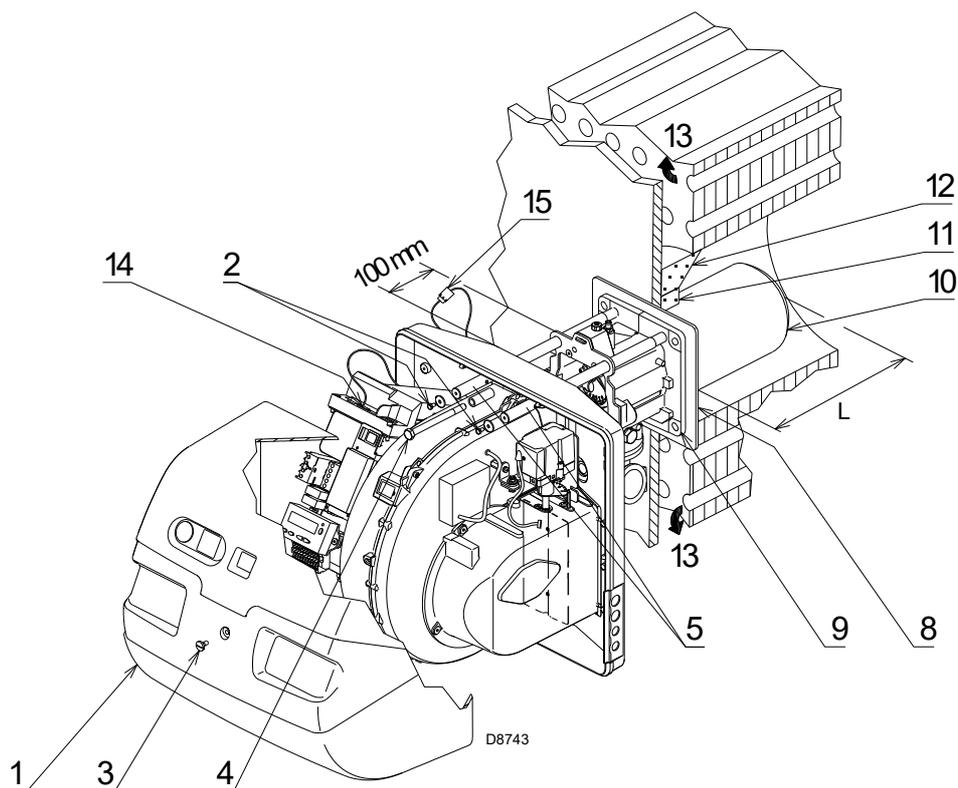
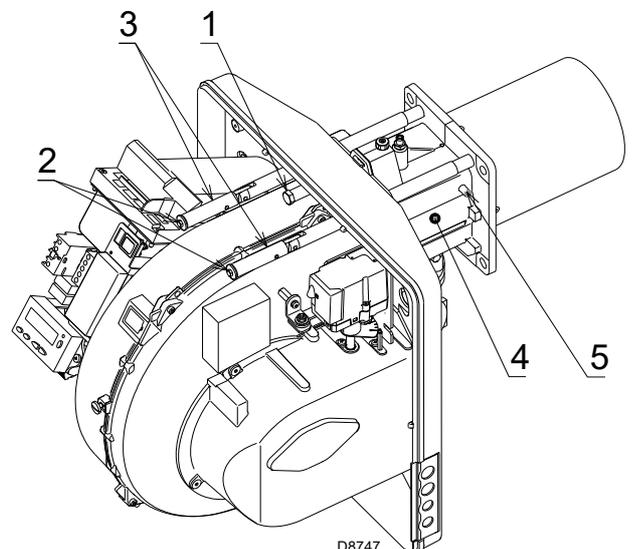

Abb. 16
Abb. 19
Stellen Sie bei Kesseln mit vorderem Rauchlauf 13)(Abb. 16 auf Seite 22) eine Schutzvorrichtung aus hitzebeständigem Material 11) zwischen dem als Hitzeschutz zwischen Kessel 12) und Flammrohr 10) aus.
Bei Heizkesseln mit wassergekühlter Frontseite ist die Verkleidung mit feuerfestem Material 11)-12)(Abb. 16) nicht notwendig, wenn dies nicht ausdrücklich vom Kesselhersteller gefordert wird.
Trennen Sie die Flammkopf vom übrigen Brenner, wie in Abb. 16; und wie folgt fortfahren:
An dieser Stelle der Installation ist der Flammkopf am Heizkessel wie in Abb. 16 befestigt.
- den Brenner auf den Führungen 3)(Abb. 19) etwa 100 mm von Muffe 4) - Brenner in der in Abb. 16 auf Seite 22 gezeigten Position montieren;
- das Kabel des Fühlers und der Elektrode einführen sowie den Brenner bis zur in Abb. 19 gezeigten Position schieben;
- den Stecker des Stellmotors 14)(Abb. 16 auf Seite 22) anschließen und die Kabeldurchführung 15) anschrauben;